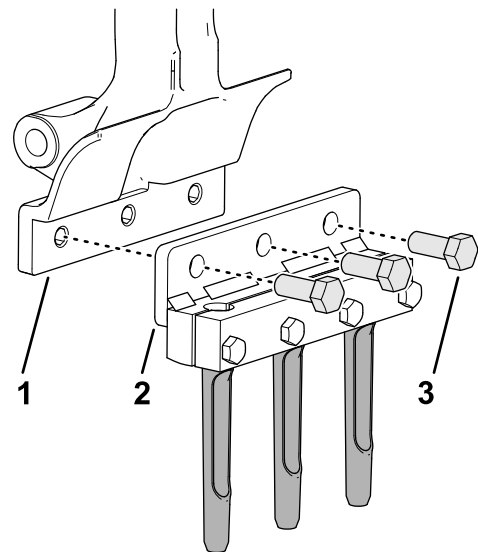
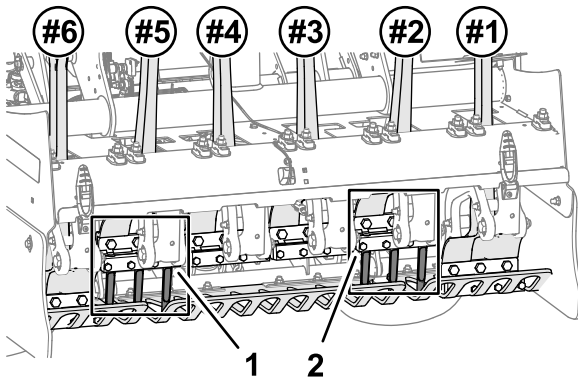

Bild 43
Bild 42
1. Befestigen Sie den Tines-Halter und die Tines mit drei Schrauben ($\frac{1}{2}$ " x $1\frac{1}{4}$ ") lose am Tines-Arm Nr. 2 (Bild 42 und Bild 43).